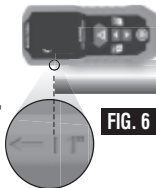

FIG. 6
**CÓMO USAR LA MARCA DE ALINEACIÓN DE 1" (25 mm) (FIG. 6):** cuando el punto de referencia **A** se sitúa en la parte superior de la unidad, se puede utilizar la marca de alineación **14** de 1" (25 mm). Alinee la marca **14** con la cara frontal de la superficie desde la que se mide y realice una medición. Sume 1" (25 mm) para calcular la medición final.